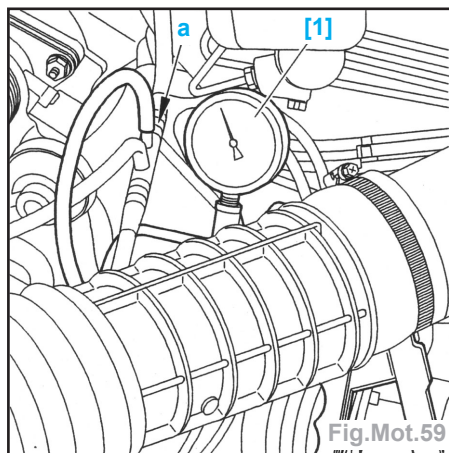

Fig.Mot.59
- Raccorder l'outil [1] sur le piquage en «a» (tube de dépression pompe à vide) (Fig.Mot.59).